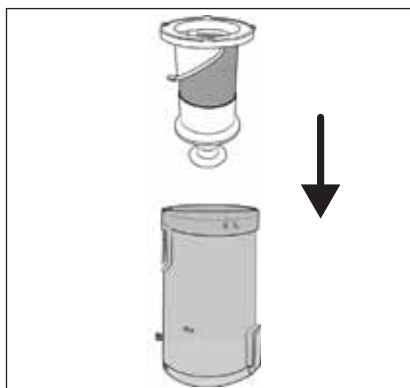

Fig. 23
- 6) Inserire il filtro in acciaio inox **6** nel contenitore di raccolta della polvere **7** e spingerlo fino in fondo (vedere fig. 23). Tenere conto dei due fermi di grandezza diversa presenti sul filtro in acciaio inox **6**. Grazie a questi fermi il filtro in acciaio inox **6** può essere inserito nel contenitore di raccolta della polvere **7** solamente in una posizione.